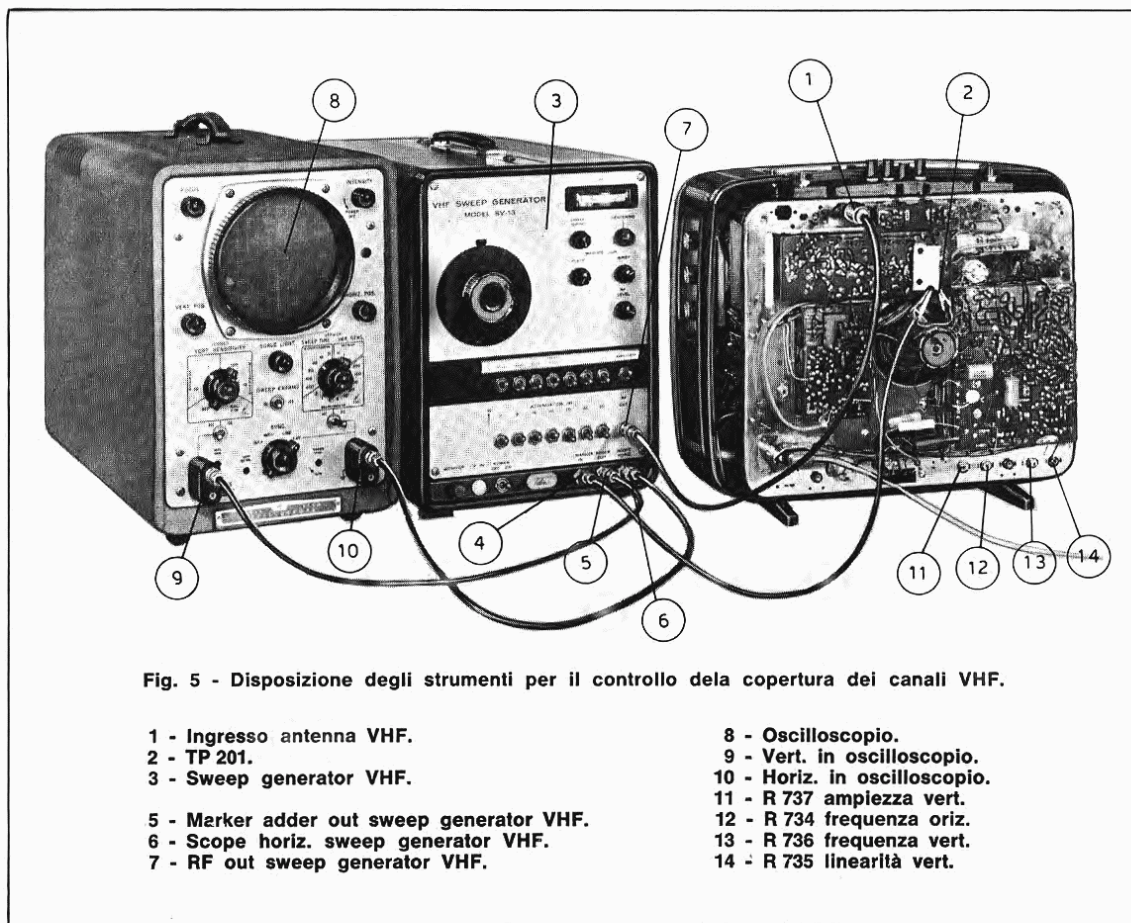

Fig. 5 - Disposizione degli strumenti per il controllo della copertura dei canali VHF.
Si effettua agendo sul potenziometro R 736 facendo in modo di agganciare il quadro mentre questo ruota lentamente dal basso verso l'alto e per il migliore interlacciato (fig. 5).
- Determinare la posizione centrale del potenziometro R 734 (comando accessibile a televisore chiuso) che costituirà la regolazione fine della frequenza orizzontale (fig. 5).
Questa regolazione va fatta con il telaio in posizione verticale (parallelo al cinescopio). Per la linearità agire sui potenziometri R 735 e R 563; per le ampiezze sul potenziometro R 737 (fig. 5).